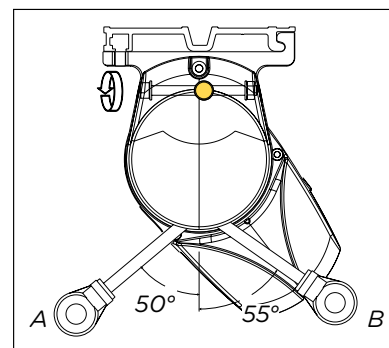

Abb. 12 : Bedienungsausgang Kurbel bei Deckmontage
- Bei Montage an der Decke: Bitte berücksichtigen Sie den Abstand an der Hinterseite, für die Verbindung und die Einstellung der Neigungswinkel (siehe auch Abb. 12)